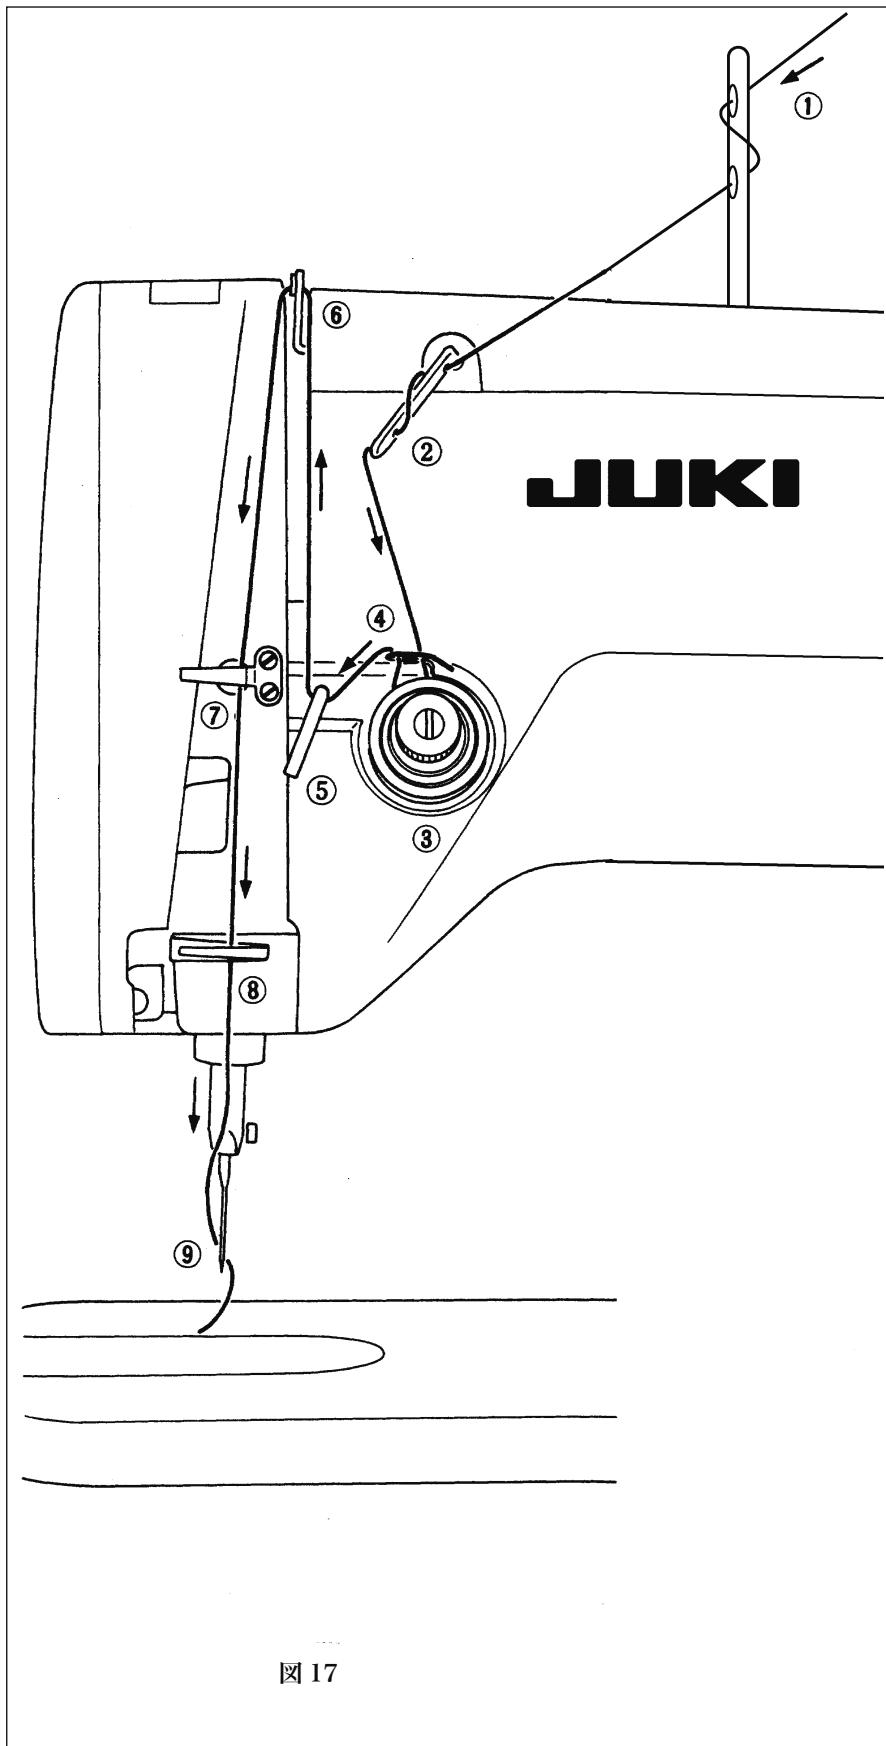

図 17
上糸のかけ方は図17を参考にして、糸案内棒①からつぎの順にかけて下さい。
- ② 三ツ目糸かけ
- ③ 糸調子皿
- ④ 糸取りバネ
- ⑤ 天ビン糸案内
- ⑥ 天ビン
- ⑦ 側面板糸案内
- ⑧ アーム下糸案内
- ⑨ 針